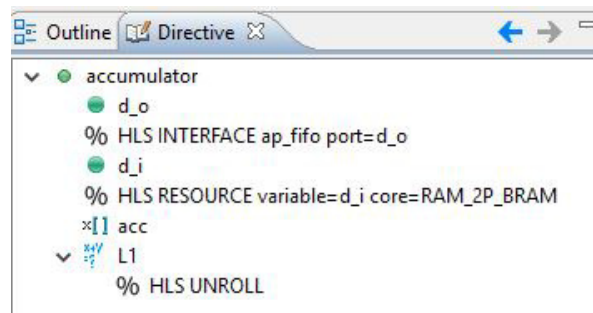

Abbildung 22: Direktiven
- Spezifizieren Sie für das Argument `d_o` einen FIFO-Port: Wählen Sie bei der Direktive `INTERFACE` im Feld `mode` den Wert `ap_fifo` aus. Die Direktiven sollten nun wie in Abbildung 22 aussehen.